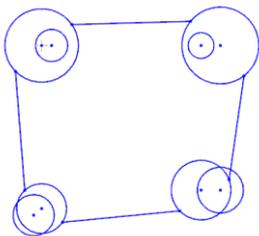
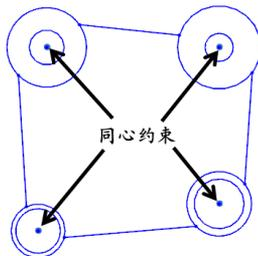

图 3-37 草图曲线
图 3-38 同心约束
**【实例 1】** 为如图 3-37 所示的草图曲线创建几何约束，创建步骤如下。
(1) 创建如图所示的草图。
(2) 创建同心约束。选择曲线左上角的两个圆，然后选择右键快捷菜单中的“同心”约束，使得大圆和小圆的圆心重合，此时在这两个圆的圆心显示同心约束标记。利用同样的方法，使其余 3 个角上的小圆和大圆分别同心，得到的图形如图 3-38 所示。